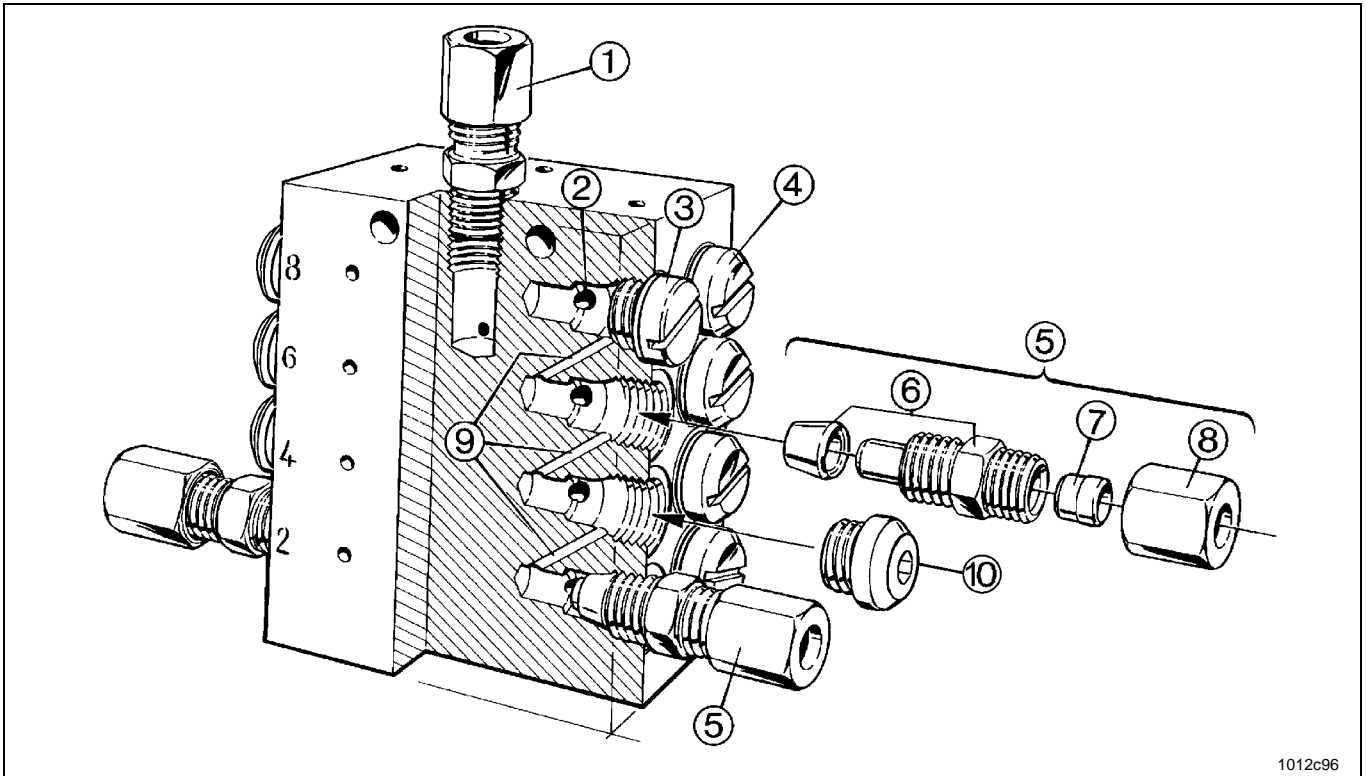

Abb. 26 Auslass - Verschraubungen bzw. Verschlusschrauben entsprechend der Dosierung einbauen
- In jede benötigte Auslassbohrung eine komplette Auslassverschraubung 5 (M 10 x 1) montieren, siehe Abb. 26, 27, 28.
- Der Klemmring (Abb. 26) verschließt die Verbindungskanäle 9 zu den anderen Auslasskanälen.
Ventilkörper (Abb. 26) immer in Verbindung mit dem Klemmring einschrauben
Bei den Steckverschraubungen und bei den Ventilkörpern 6 Abb. 26, ist der Klemmring immer fester Bestandteil des Ventilkörpers.
Bei Baumaschinen oder Landmaschinen sind als Schmierstellenleitungen Hochdruckkunststoffschläuche zu verwenden. In diesen Fällen sind die Unterverteiler wie in Abb. 26 gezeigt, auszurüsten.